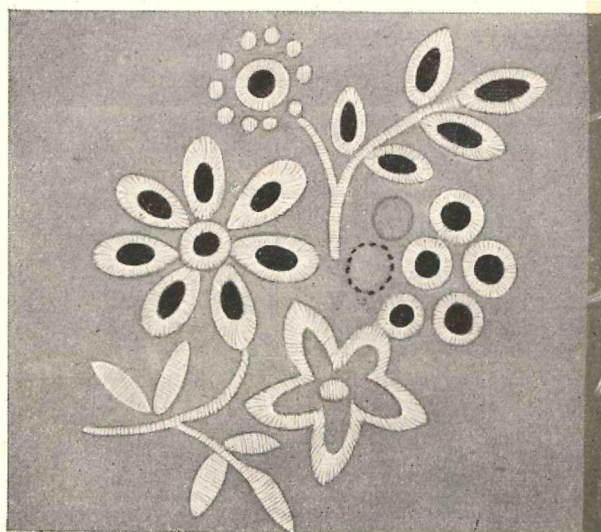

Abb. 52
22. Lochstickerei bzw. Madeira-Arbeiten (Abb. 52) (ohne Lochstickerei-Platte)